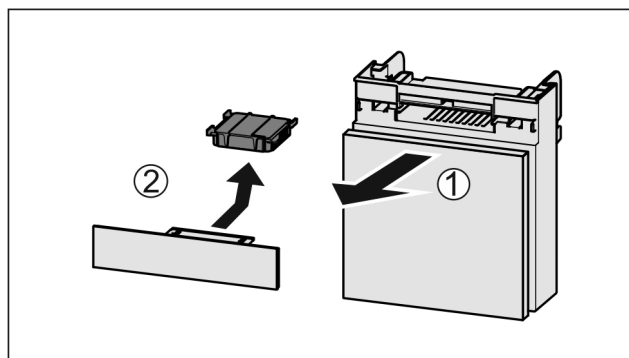

Fig. 42
- Estrarre il vano tirando in avanti Fig. 42 (1).
- Rimuovere il filtro a carboni attivi Fig. 42 (2).